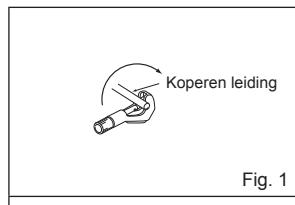

Fig. 1
- Snijd de koperen leiding op de juiste wijze af met een pijsnijder. (Fig. 1, 2)